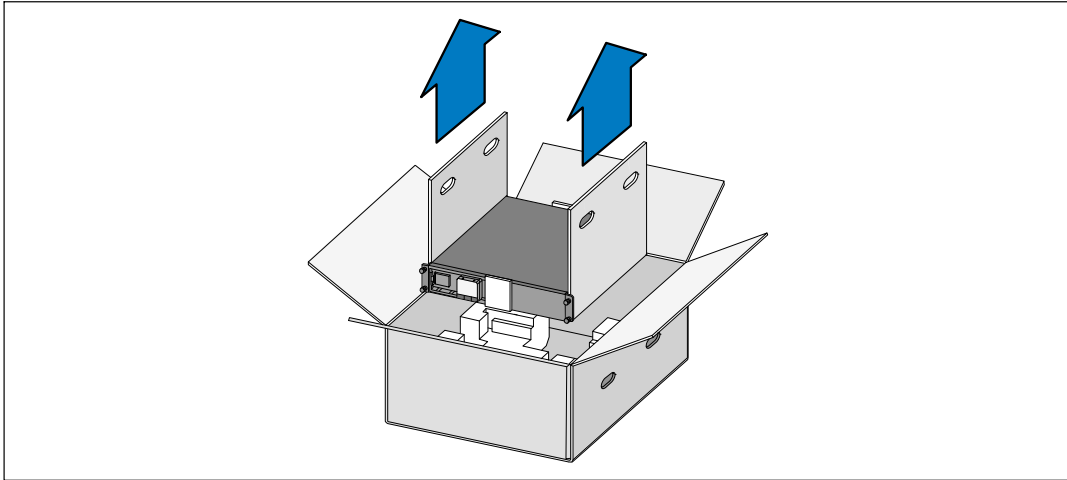

Figura 3. Cómo elevar el gabinete
- 2 Con una persona de cada lado, levante cuidadosamente el gabinete de la caja de cartón externa usando las manijas de la caja de cartón y colóquelo sobre una superficie plana y estable (consulte la Figura 3).